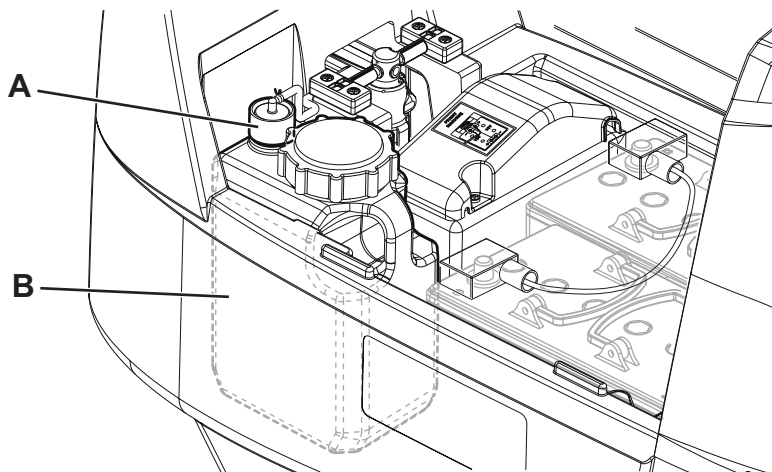

Figure 15
2. S'assurer que la machine est éteinte avec la clé opérateur (51) retirée.
3. Ouvrir le couvercle (34) et vérifier si le réservoir de l'eau de récupération (33) est vide. Dans le cas contraire, le vider au moyen du tuyau de vidange (12).
4. Fermer le couvercle (19).
5. Saisir la poignée (16) et soulever le réservoir (33) avec soin.
6. Dévisser le bouchon (A, Fig. 15) à du réservoir de détergent (B).
9. Remplacer le réservoir de détergent (B) dans son compartiment comme indiqué sur la figure et remplacer le bouchon (A).